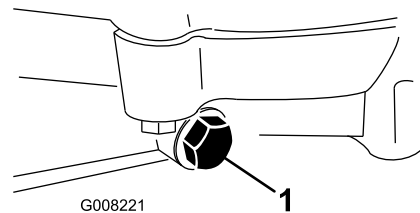

Figura 47
4. Coloque um recipiente por baixo do tampão de escoamento (Figura 47).